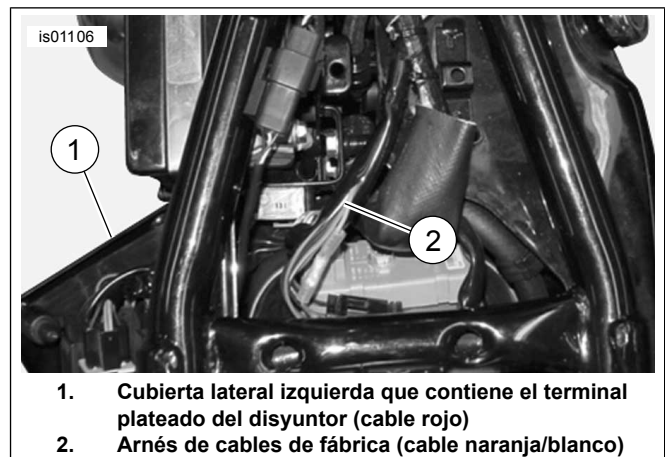

**Figura 9. Cavidad “P&A IGN” del bloque de fusibles (Softail de 2004 a 2010)**
4. Vea Figura 9. Localice la cavidad del fusible (1) indicada como «P&A IGN» en la cubierta del bloque de fusibles en el bloque de fusibles del lado derecho. Inserte el terminal en el cable del adaptador naranja/blanco hasta que se detenga. Vea algún terminal cercano instalado en la fábrica para compararlo y verificar que esté correctamente orientado y a la profundidad correcta.